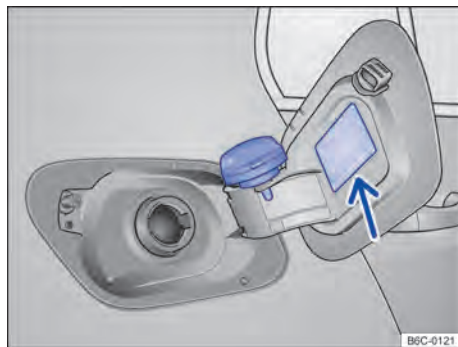

Fig. 142 Portezuela del depósito de combustible abierta con el tapón de cierre del depósito de combustible colgado.
- Retirar el tapón del depósito girándola hacia la izquierda y encajarla en el soporte en la tapa del depósito → fig. 142.